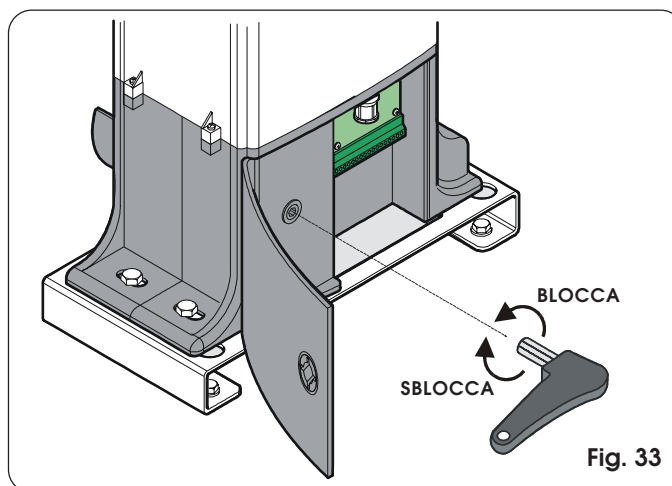

Fig. 33
- Estrarre la chiave in dotazione alloggiata all'interno dello sportello; inserirla nell'apposito sistema di sblocco e ruotarla in senso orario fino alla battuta meccanica (fig. 33).
- Ruotare la chiave di sblocco in senso antiorario fino alla battuta meccanica (Fig. 33).